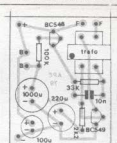

Fig. 3
- **FIG. 3 - CHAPEADO DA MONTAGEM** - O *outro* lado (não cobreado...) da plaquinha, já com quase todas as peças posicionadas (só ficam *fora* o falante, as pilhas e o *push-button* remoto...), cada uma delas identificada pelo seu código, valor, polaridade de terminais e outras informações pertinentes, dentro das normas gráficas e estilizações adotadas por *APE*... Atenção aos códigos dos transistores, e à sua orientação na placa, sempre referenciada pelos lados *chatos* dos ditos componentes... Observar também com atenção as polaridades dos terminais dos capacitores eletrolíticos (claramente marcadas, na figura...), devendo o caro leitor/hobbysta lembrar que nos eletrolíticos *radios* (recomendados...), a *perna positiva* costuma ser *a mais longa*... CUIDADO, ainda, na colocação/orientação do trafozinho *pinta vermelha*, que deve ficar com seu *primário* (justamente identificado pela famigerada... *pinta vermelha*...) voltado para a posição ocupada pelo resistor de 33K, e *secundário* virado para os pontos F-F... Atenção aos valores dos componentes não polarizados (no caso, principalmente os resistores comuns...), de modo a não colocá-los na placa em lugares *troçados* (o bom e velho **TABELÃO APE** está sempre *em plantão*, numa página de *toda* Revista, para *salvar a pátria* em caso de dúvidas...) Feitas todas as soldagens de pinos, *pernas* e terminais, confere-se cada ponto, valor, polaridade, código, etc., finalizando a fise com o corte das *sobrias* evidenciadas na face cobreada do impresso. Se algum dos pontos de solda ficou imperfeito (*faltando* solda, com *solda*